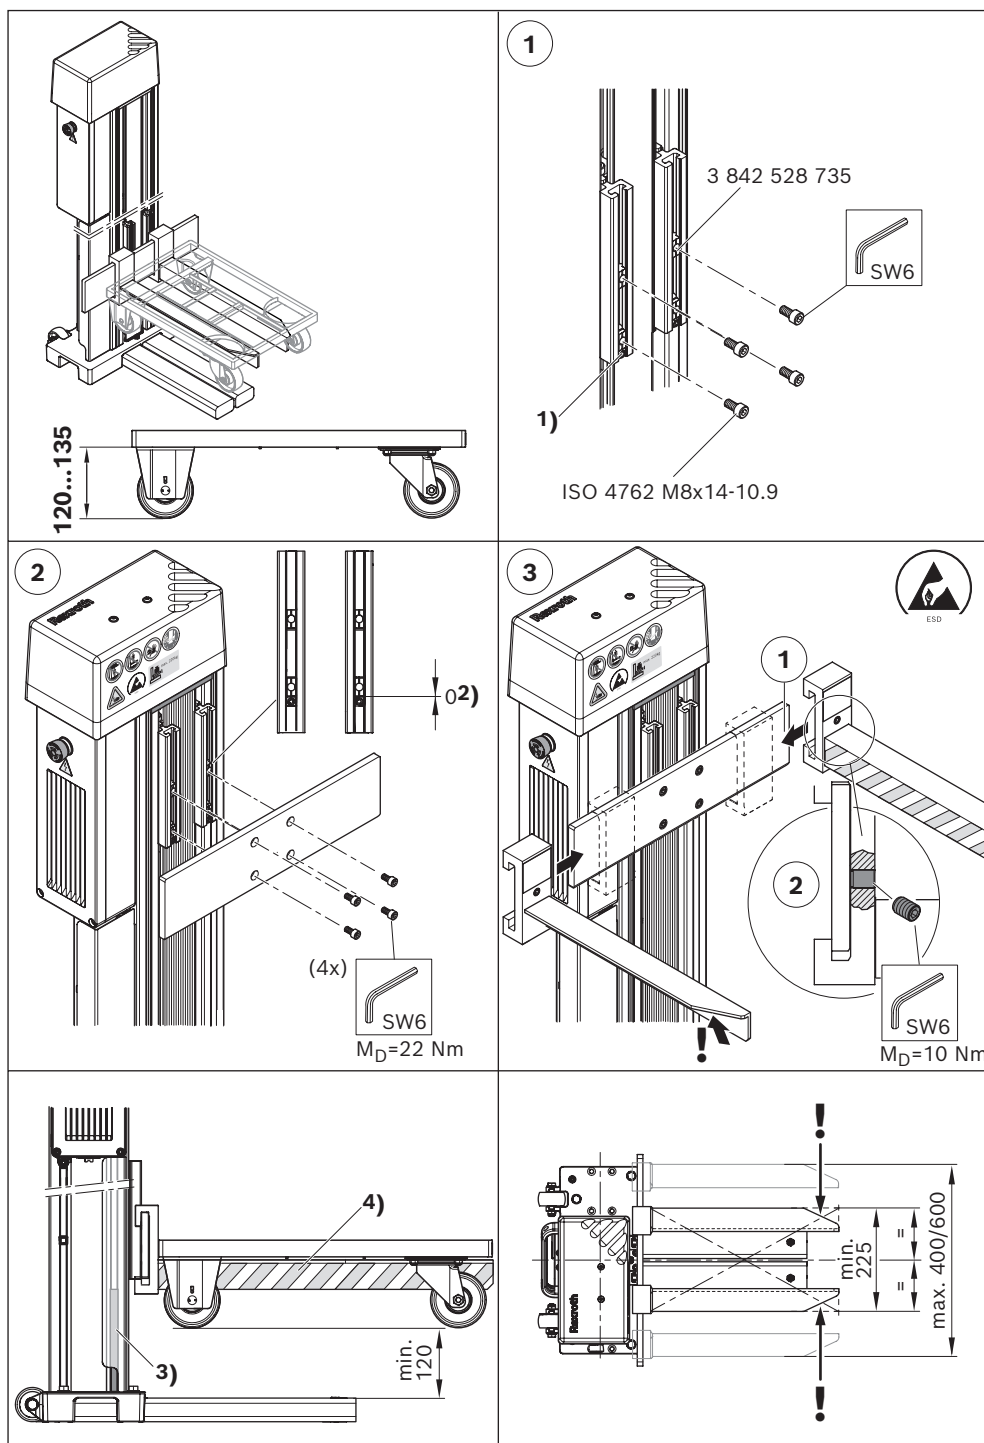

Abb. 18: Montage Anbauplatte, Gabeln für Bodenroller mit ≥ 120 mm Bodenfreiheit
- Bodenroller mit 135 mm Bodenfreiheit (siehe Abb. 18)